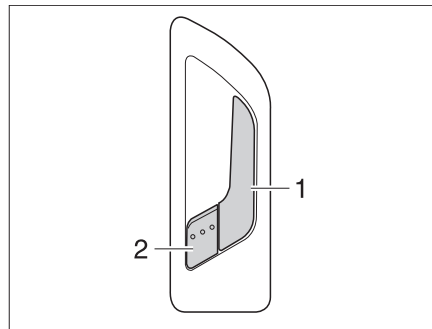

Bild 42 Dörrlås ingångsdörr, insida
- Drag i handtaget (Bild 42,1). Dörrlåset låses upp. Låsspaken (Bild 42,2) skjuts ut automatiskt.
- Tryck på låsspaken (Bild 42,2).